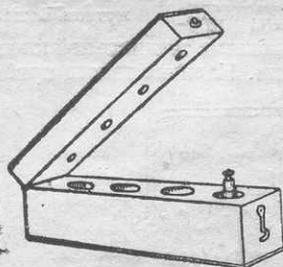

Рис. 270. Ящик для хранения запасных свечей.
6. Запасные свечи не должны валяться где попало и в распакованном виде. Свечи поступают обычно в деревянных или картонных коробочках. Эти коробочки рекомендуется сложить вместе в большую коробку и свободное место заполнить обтирочными концами, чтобы коробки не бились друг о друга. Очень практичны деревянные футляры для хранения свечей. Такой футляр на 4, 6 или большее количество свечей не трудно сделать в гараже. Очень важно, чтобы электроды не упирались в дно футляра; поэтому свечи должны покоиться на соответствующих выступах (рис. 270 и 271).